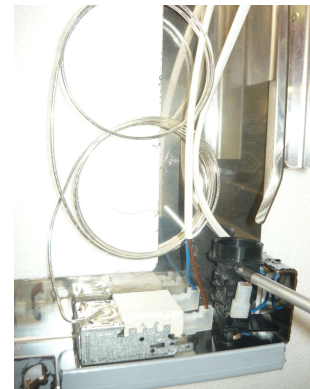

Fig. 4
- Per mobile MS 115/180: Scollegare i cavi dal portalampada e rimuovere i fast-on (Fig. 4), rimuovere il termostato e fissarlo sulla nuova staffa fornita nel kit (Fig. 5)
- For MS115/180 disconnect the lamp holder and remove the fast-on fixed on the cable (Fig. 4), remove the thermostat and reassemble it on the new bracket supplied(Fig.5)